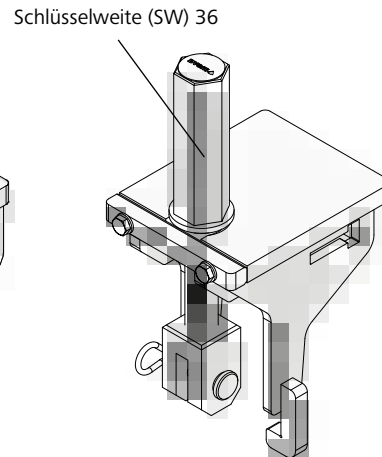

Abb. 55.2
Die Ein- und Ausschalhilfe (Abb. 55.2) ermöglicht zusätzlich das Zurückschrauben der Ausschalecke in die Ausgangsposition. Die Bedienung kann mit elektrischem Schrauber, Ratschenschlüssel oder Schraubenschlüssel erfolgen. Es sind Werkzeuge mit der Schlüsselweiten (SW) 36 zu verwenden.